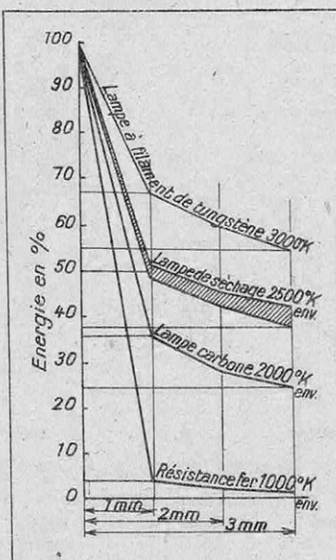

FIG. 4. — POURCENTAGE D'ÉNERGIE TRANSMISE PAR L'EAU POUR DES RAYONNEMENTS ÉMIS PAR DIFFÉRENTES SOURCES
Dans le but de vérifier cette hypothèse, M. Dérivé a procédé à diverses expériences en remplaçant le rayonnement solaire par celui d'une lampe à rayons infrarouges telle que celles utilisées dans les procédés de séchage (1), dont le rayonnement correspond à celui d'un corps porté à 2 450° K (degrés absolus, soit 2 200° centésimaux environ). Ce rayonnement est moins pénétrant vis-à-vis de l'eau que celui d'une lampe ordinaire (fig. 4) et a fortiori que la lumière solaire. Ainsi la profondeur d'eau a une moindre influence, l'absorption superficielle est plus importante et les résultats comparatifs obtenus avec de l'eau pure ou salée (recouverte ou non d'une pellicule de pétrole) sont accélérés et plus démonstratifs du point de vue étudié.
(1) Voir : « Nouveau procédé de séchage par les rayons infrarouges » (*Science et Vie*, n° 304, décembre 1942).